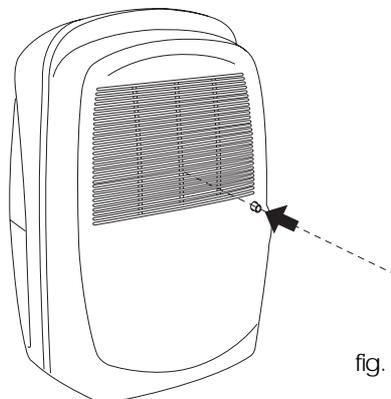

fig. 2
- 1) Perfure o interior do bico de descarga utilizando um berbequim com broca fina. (Fig. 2).